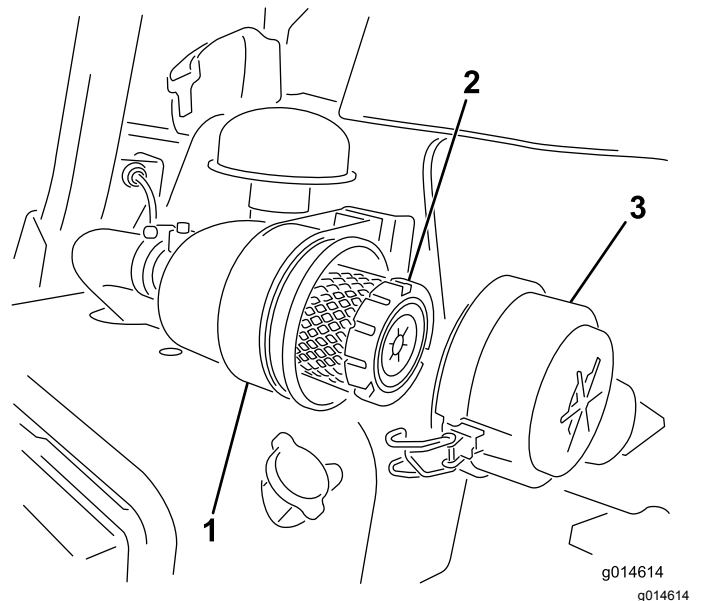

图23
1. 松开将空气滤清器盖固定到空气滤清器壳体上的搭扣 **图23**。
7. 固定搭扣 (图23)。